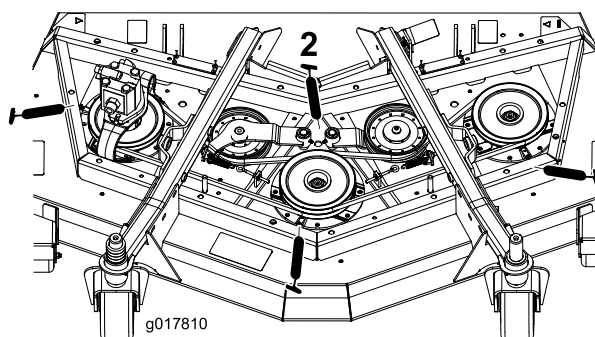

Figura 62
- Três rolamentos do eixo - localizados debaixo da polia (Figura 62)
- Casquilhos da articulação do braço intermédio (Figura 62)